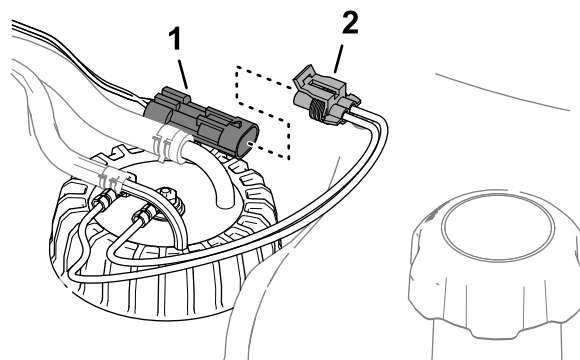

図 125
6. マシンのワイヤハーネスの 2 ピンコネクタに、燃料センダのハーネスの 2 ソケットコネクタを接続する図 125。